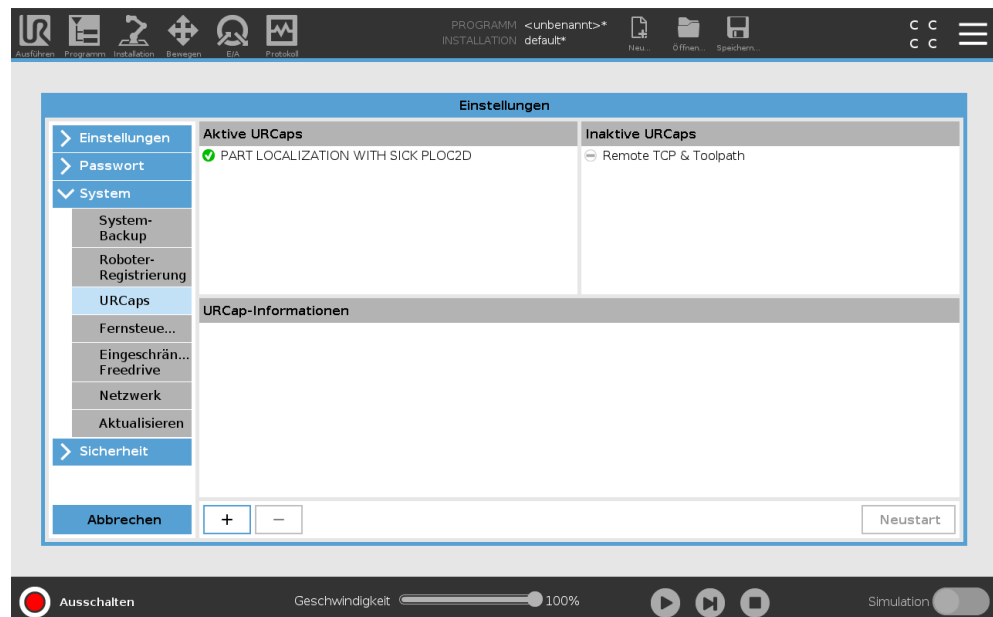

Abbildung 3: Hochladen von URCaps auf der Benutzeroberfläche des UR-Roboters
1. Wählen Sie die Registerkarte **System/URCaps** aus, siehe Abbildung 3, Seite 7.